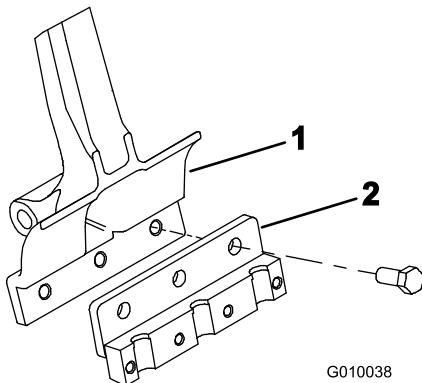

Bild 22
2. Befestigen Sie einen Stachelper mit drei Schrauben (1/2 x 1-1/4 Zoll) an jedem Stachelarm (Bild 22). Ziehen Sie sie auf 101.6 Nm an.